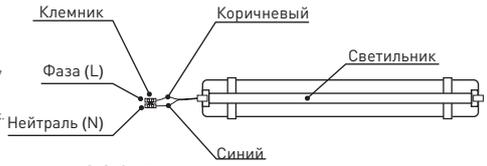

Рис. 1. 230В шамчыракты токко туташтыруу схемасы
4.3.2. Этот провод необходимо подключить к проводу источника питания с помощью внешнего клеммника (в комплект не входит) в соответствии со схемой, изображенной на рис.1